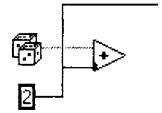

Рис. 4.32
- при пересечении проводников появляется небольшой зазор в первом нарисованном проводнике, как будто он находится под вторым проводником (рис. 4.32). Для устранения этого эффекта вы можете выбрать **Инструменты** \Rightarrow **Опции** (Options) и войти в меню **Блок-диаграмма** (Block Diagram), затем отметить окошко **Показывать точки в местах пересечения проводников** (Show dots at wire junctions);